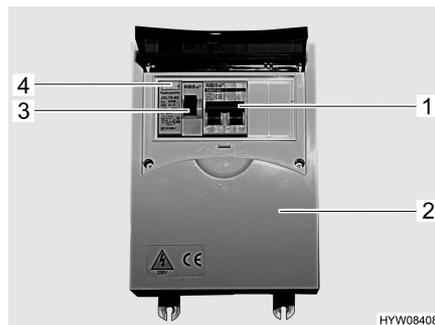

Bild 47 230-V-Sicherungskasten mit Leitungsschutzschalter und FI-Schalter
- Leitungsschutzschalter (Bild 47,1) im Sicherungskasten (Bild 47,2) ausschalten.
- Wenn das Fahrzeug an die 230-V-Versorgung angeschlossen ist, die Prüftaste (Bild 47,4) des Fehlerstrom-Schutzschalters (FI-Schalter) (Bild 47,3) im Sicherungskasten (Bild 47,2) drücken. Der Fehlerstrom-Schutzschalter muss auslösen.
- Den Fehlerstrom-Schutzschalter (Bild 47,3) wieder einschalten.
- Den Leitungsschutzschalter (Bild 47,1) im Sicherungskasten (Bild 47,2) ausschalten.